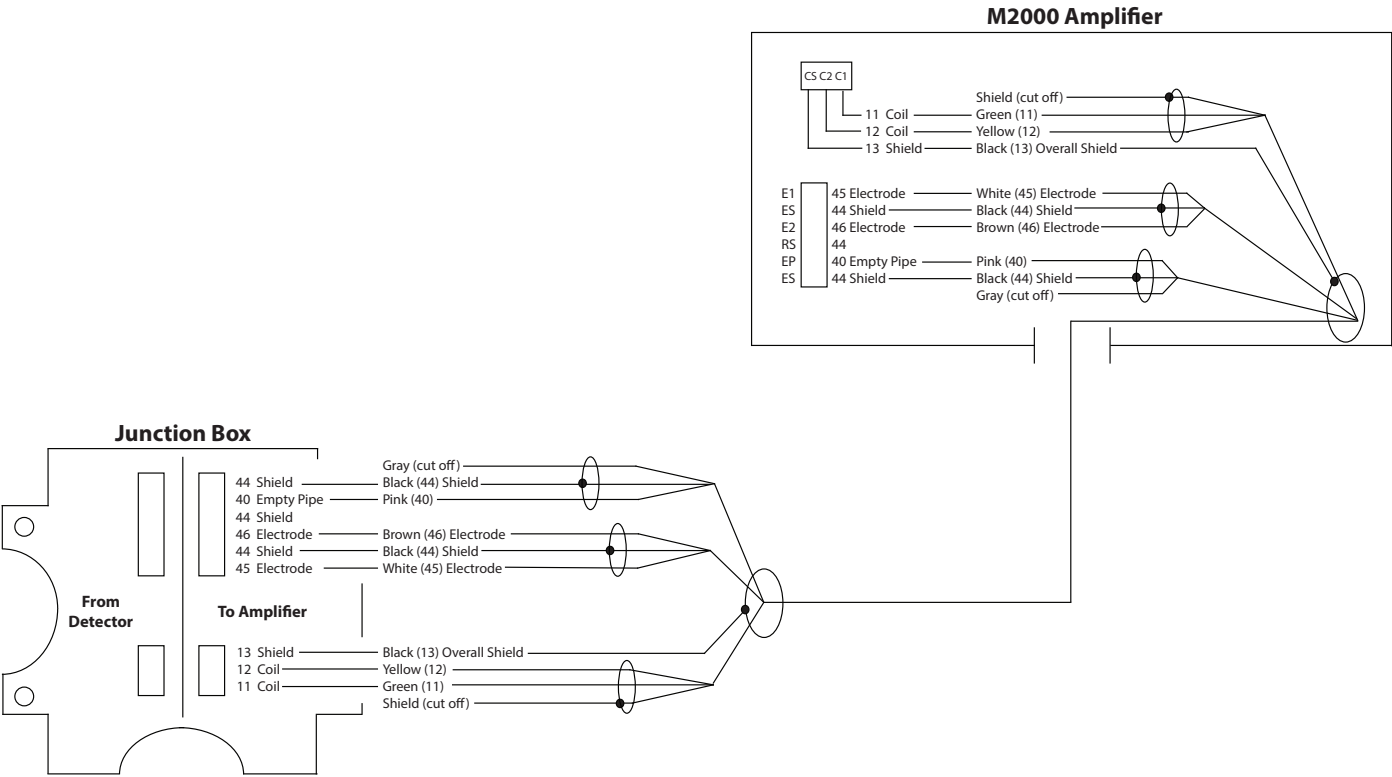

Figura 20: Cableado para la configuración remota
3. Conexión como se muestra en la Figura 20 en la página 20.
1. Retire la tapa de la caja de empalme. Retire con cuidado los cables conectados a los bloques de terminales que van al transmisor M2000. Consulte la Figura 20 en la página 20 para tener una referencia de los colores de los cables para conectar las terminales.